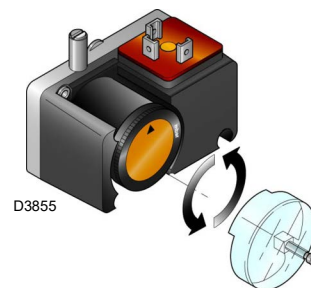

Abb. 36
- Stellen Sie den Minimal-Öldruckwächter (Abb. 36 auf Seite 32) auf den Skalenanfangswert ein.
Den Gas-Mindestdruckwächter (Abb. 36) nach erfolgter Einstellung des Brenners, der Gasventile und des Stabilisators der Gasarmatur einstellen.